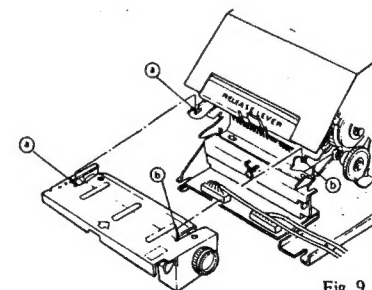
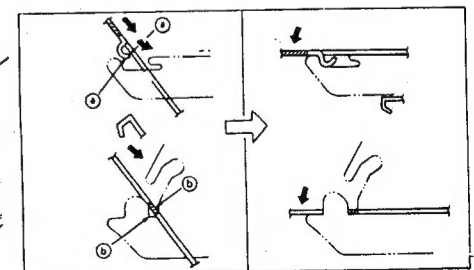

Fig. 9
Fig. 10
4. Farbwalzenträger wieder einsetzen, wie es Abb. 9 zeigt. Setzen Sie dazu den Träger im Winkel von etwa 30° ein und drücken Sie ihn leicht bis zum Einrasten nach unten (Abb.10).